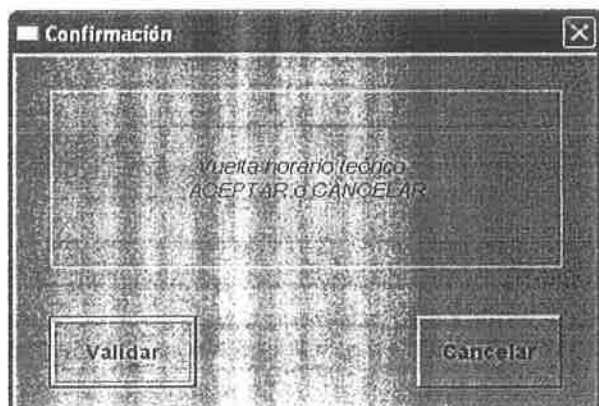

Fig. 37. Ventana "Vuelta al horario teórico"
• Seleccionar en el sinóptico la opción "Regresar Prog Teórico ". (Ver Fig 37) • Presionar el botón VALIDAR	La ventana " Vuelta al horario teórico " aparece en la pantalla Ver Fig. 28. Diagrama de flujo de los diálogos de "Horarios"